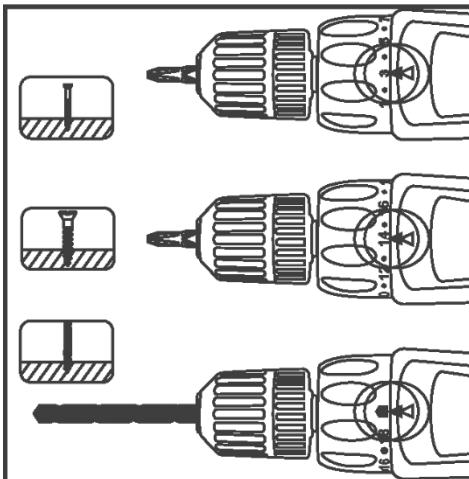

Рисунок 3
2.3.5 Для попереднього встановлення заданого моменту затягування при операціях загвинчування/вигвинчування гвинтів (саморізів) виріб забезпечений торсонною муфтою. Задане значення виставляється за допомогою кільца регулятора моменту затягування (1) до необхідного значення через провертання кільца до фіксації його на необхідному значенні (див. рисунок 3). Перед вибором зусилля крутого моменту необхідно переконатися, що вимикач (2) знаходиться у позиції «Вимк» і патрон не обертається.